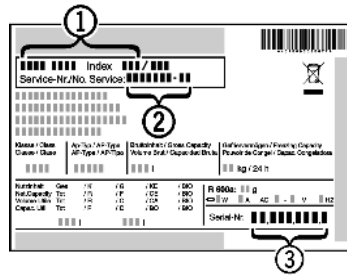

Fig. 14
- ▶ A készülék megnevezését Fig. 14 (1), a szerviz- Fig. 14 (2) és sorozatszámot Fig. 14 (3) a típustábláról olvassa le. A típustábla a készülék belsejében baloldalon található.
- ▶ Értésítse a vevőszolgálatot a hibáról, és adja meg nekik a készülék megnevezését Fig. 14 (1), a szerviz- Fig. 14 (2) és a sorozatszámot Fig. 14 (3).